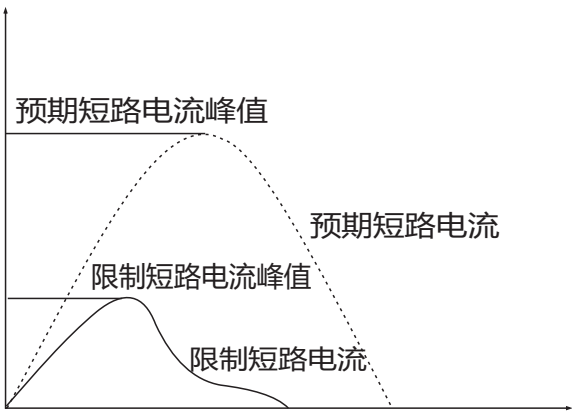

图1 断路器的限流特性
□ 断路器具有高限流能力，从而最大限度地限制了短路造成的破坏性能量，其限流特性见图1。